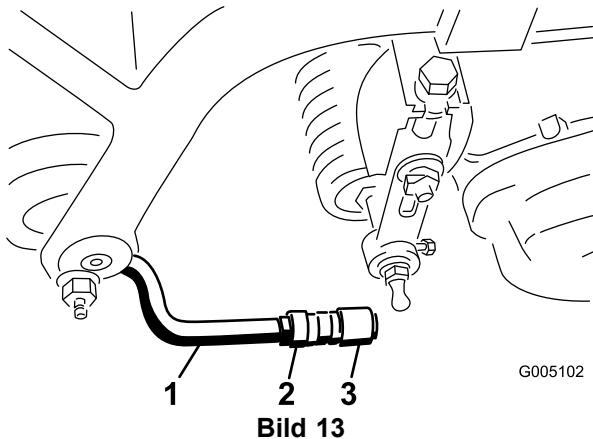

Bild 13
- Richten Sie die Innensechskante der Kugelgelenke so aus, dass die offene Seite des Sechskants in Richtung Kugelbolzen zentriert ist. Ziehen Sie die Klemmmuttern fest, um die Innensechskante zu arretieren (Bild 13).